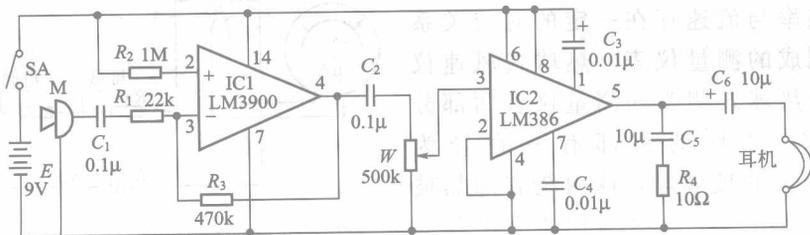

图 1-7 声检测器电路原理
(3) 声检测器 声检测器是一种不用眼睛观察,只凭耳朵听诊的新型电子检漏装置。它利用高倍音频放大电路,通过该检测器探头,检拾泄漏处产生的极微弱气流声,放大并推动耳机,使人耳得以听清“丝丝”的响声,达到正确判定泄漏部位的目的。它既可以检测氟里昂泄漏,又能对充氮后的管路系统进行检漏。其电路原理如图1-7所示,听筒M将微弱声波信号转换成电信号,并通过LM3900完成前级电压放大,再经过LM386进行音频功率放大,最后通过耳机发声。声检测器的电源,不用交流220V降压整流来获取,而采用一节9V叠层电池以彻底杜绝交流噪声。其开关用微型波段开关或钮子开关。整个装置只有烟盒大小,上设一只耳机插座和一只听筒插座。听筒M(即探头)采用微型晶体拾音器,也可用压电陶瓷片加导音管自制,它的屏蔽线长度约1.5m。查漏时,须在安静的环境下,通过移动探头测定部位。由于电路非常灵敏,使用时要小心,防止音频反馈和外界声音干扰,耳机必须夹紧,在调整音量